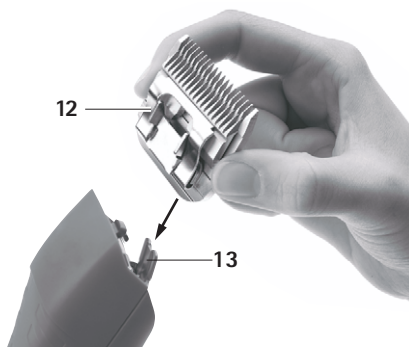

Fig. 2
- Ficher la tête de tonte 12 sur la charnière de lame ouverte 13, voir Fig. 2.
- Presser légèrement la tête de tonte 12 en direction de la tondeuse FAV5 CL/Fortis, voir Fig. 2. La tête de tonte 12 s'encliquète de façon audible.